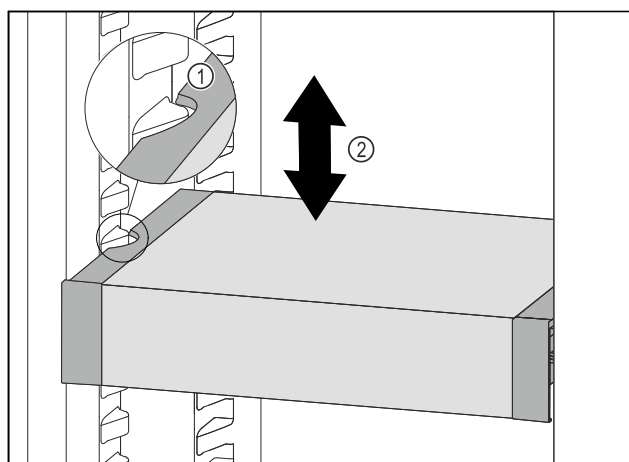

Fig. 127
- ▶ VarioSafe w chłodziarce przesunąć w górę lub w dół, aż zostanie osiągnięta żądana wysokość. Fig. 127 (2)